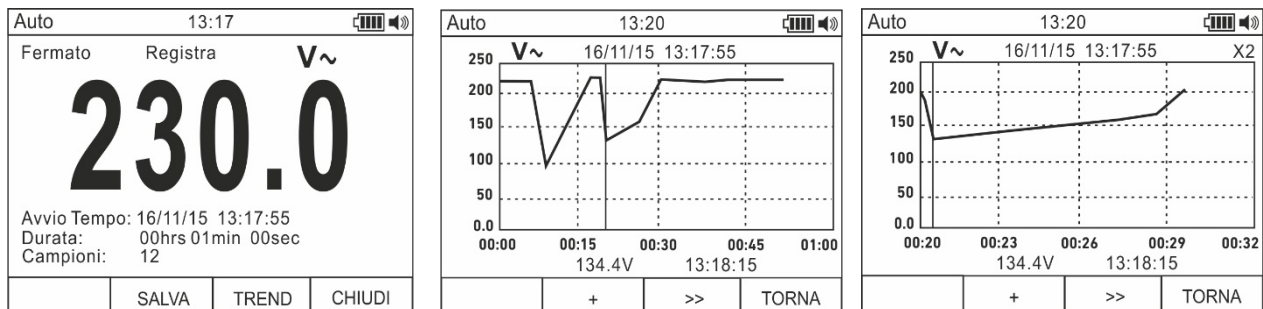

Abb. 11: Starten der Datenaufzeichnung
9. Das Gerät zeigt die restliche Zeit und die Anzahl von in Echtzeit abgetasteten Werten und die Meldung “Angehalten” am Ende der Aufzeichnung (siehe Fig. 11 – linker Teil). Drücken Sie die **F4 (Stop)** Taste zum sofortigen Beenden einer laufenden Aufzeichnung.
11. Drücken Sie die **F3 (Trend)** Taste, um den Trend der Aufzeichnung (Grafik) anzuzeigen (siehe Fig. 11 – Mitte).
12. Drücken Sie die **F4 (>>)** Taste, um den Cursor auf dem Graph zu bewegen und die **F2 (+)** Taste zur Aktivierung der Zoom Funktion vom Graph, um die Auflösung zu erhöhen (das Symbol “Xy” wo y=max Zoom erscheint rechts auf der Oberseite des Displays) (siehe Fig. 11 – rechter Teil). Es ist möglich, einen x1 Zoom X1 für **mindestens 15 Messpunkte**, bzw. x2 Zoom für **mindestens 30 Messpunkte**, bzw. x3 für **mindestens 60 Messpunkte** usw. durchzuführen, (max **6 Zoom-Operationen**).